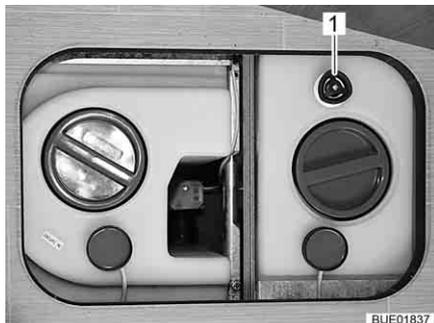

Fig. 190 Serbatoio dell'acqua con maniglia girevole
- Sul serbatoio dell'acqua, ruotare la maniglia girevole (Fig. 190,1) in senso orario fino all'arresto.
- Sul serbatoio dell'acqua, ruotare la maniglia girevole (Fig. 190,1) in senso antiorario fino all'arresto. L'acqua fuoriesce fino a raggiungere il livello di riserva di 20 litri.